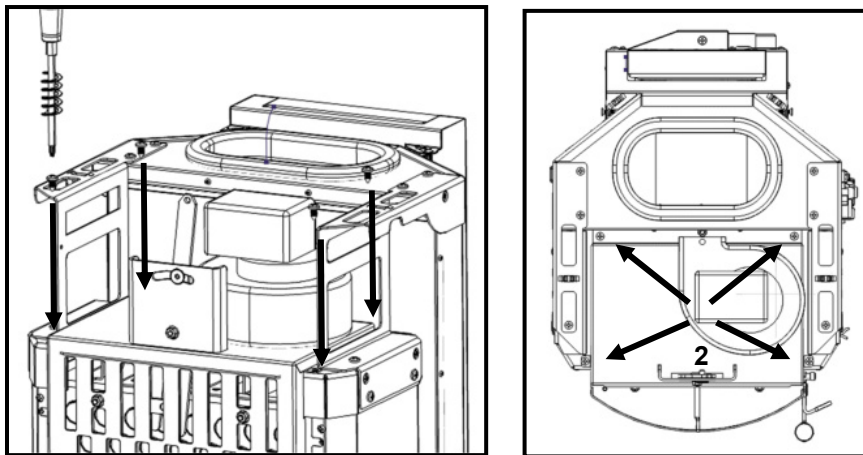

Figura 112 – Fixação do ventilador ao equipamento
e) Apertar o conjunto da Figura 112 na face superior da câmara de combustão utilizando 4 parafusos **A** (DIN 7981 5,5x13) nos furos preparados para o efeito (2).